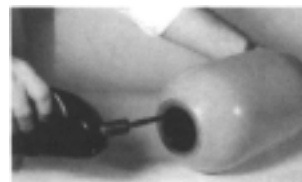

图 8
4. 图 8. 从充气阀开口和壳体上的充油口插入气囊拉杆; 将气囊拉杆连住气囊阀杆。